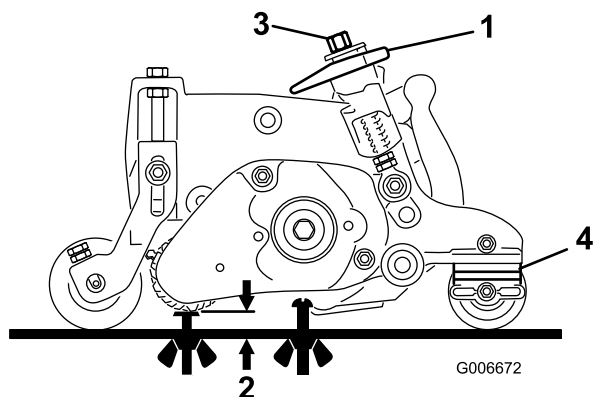

Figura 26
1. Accertate che il groomer sia impostato all'altezza di grooming desiderata (HOG); fate riferimento a Figura 26.